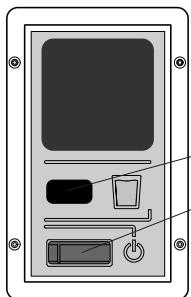

Fig. 10: Kontrollpanel AD 6, S-versjonen
3. Slå av avfukteren med strømbryteren. Trykk deretter på på-av-bryteren **E-versjonen** (fig. 9, pos. 5), S-versjonen (fig. 10, pos. 2) på kontrollpanelet. Hvis avfukteren er riktig tilkoblet og fuktigheten på stedet er høyere enn den innstilte fuktighetsverdien (**bare E-versjonen**), begynner avfukteren å arbeide.
1. Slå av avfukteren med på/av-knappen (fig. 9, pos. 5) og (fig.10, pos. 2).